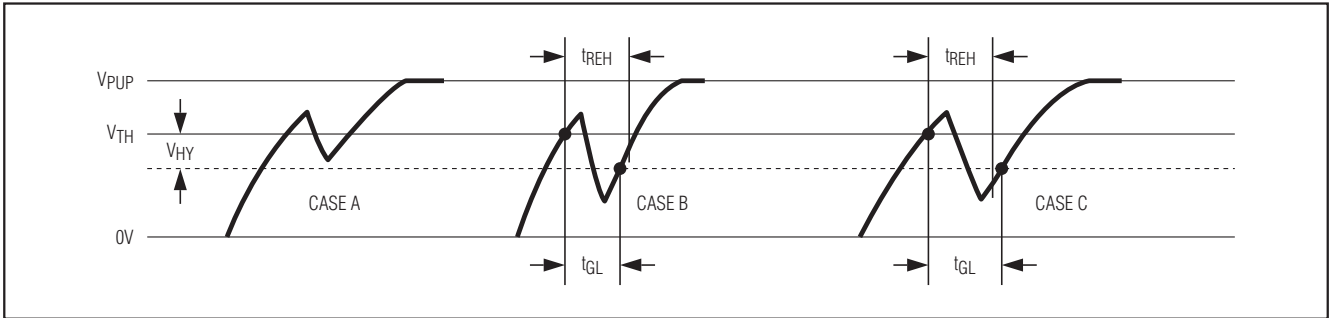

图14. 噪声抑制图
- 3) 由低到高的切换门限 V_{TH} 具有一定的滞回，这样当有一个负毛刺的电压低于 V_{TH} ，但不低于 $V_{TH} - V_{HY}$ 时，就不会判定为负脉冲(见图14中的情况A)。滞回在任何1-Wire速率下均起作用。
- 4) 该系统设计了一个由上升沿拖尾时间 t_{REH} 定义的时间窗口，在这个窗口内，即使毛刺电压低于了门限 $V_{TH} - V_{HY}$ (图14中的情况B， $t_{GL} < t_{REH}$)，仍然会被忽略。如果超过这个时间窗口，且毛刺电压或电压降低于 V_{TH} 门限，则滤波器就不能滤除这些噪声，将被主机误认为新时隙的开始(见图14中的情况C， $t_{GL} \geq t_{REH}$)。